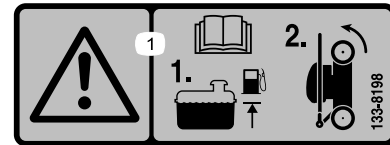

Bild 20
1. Stellen Sie sicher, dass der Stand des Kraftstoffs im Kraftstofftank nicht höher ist, als vom Motorhersteller empfohlen, siehe den Motoraufkleber des Herstellers auf dem Motor (Bild 20).